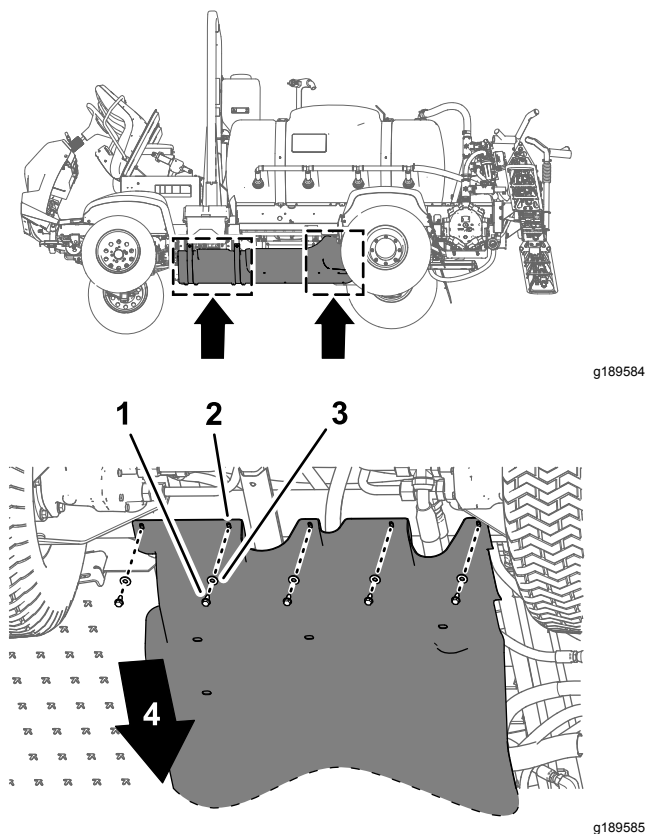
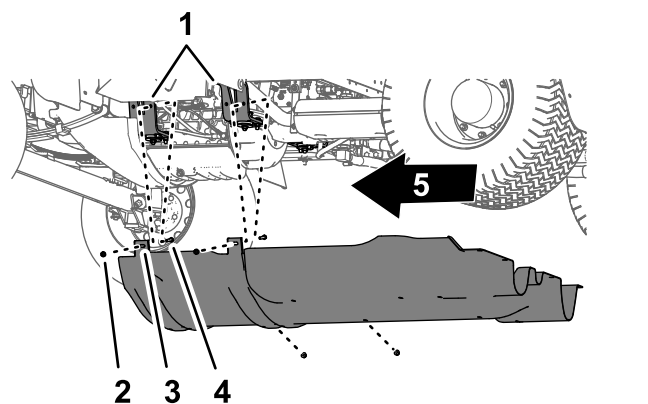

Figura 59
Figura 60
1. Rimuovete i 5 bulloni a testa flangiata (5/16" x 5/8") e le 7 rondelle (5/16") che fissano la parte posteriore della copertura del carrello al telaio della macchina (Figura 59).
2. Rimuovete i 4 dadi di bloccaggio flangiati (5/16") dai bulloni e il bullone a testa tonda che fissano le alette di montaggio della copertura del carrello alle staffe di supporto del motore della macchina (Figura 60).
4. Rimuovete la copertura del carrello dalla macchina (Figura 59 e Figura 60).
1. Allineate la copertura del carrello al telaio inferiore della macchina; vedere Figura 60 in Rimozione della copertura del carrello (pagina 54).
2. Spostate le alette di montaggio della copertura del carrello sui bulloni e il bullone a testa tonda nelle staffe di supporto del motore della macchina; fate riferimento a Figura 60 in Rimozione della copertura del carrello (pagina 54).
3. Montate la copertura del carrello sulle staffe di supporto del motore e i bulloni (Figura 60) con i 4 dadi di bloccaggio flangiati (5/16") che avete rimosso al passaggio 2 della sezione Rimozione della copertura del carrello (pagina 54).
4. Allineate i fori nella parte posteriore della copertura del carrello ai fori sul telaio; vedere Figura 59 in Rimozione della copertura del carrello (pagina 54).
5. Montate la parte posteriore della copertura del carrello sul telaio (Figura 59) con i 5 bulloni a testa flangiata (5/16" x 7/8") e le 7 rondelle (5/16") che avete rimosso al passaggio 1 in Rimozione della copertura del carrello (pagina 54).